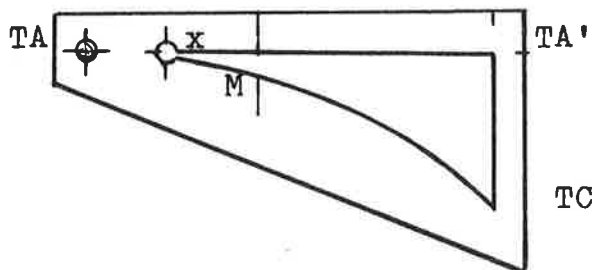

Fig.5
a) si vous " standardisez " vos rayons, nous vous conseillons de faire un calibre en contreplaqué aux dimensions ci-dessus, qui correspondent au(x) rayon(s) choisis (fig 5). Sur ce calibre vous porterez les points repères TA, TA', X, P et TC, après